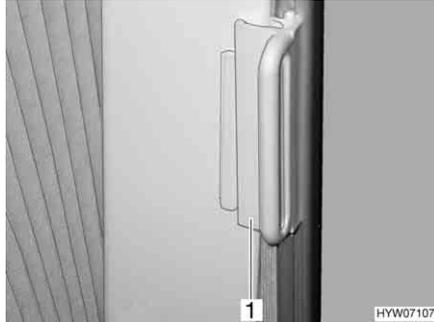

Fig. 22 Bloqueo de los estores plegables para la ventana del conductor/del acompañante
- Empujar los estores plegables para la ventana del conductor y del acompañante con el tirador (Fig. 22, 1) sobre la pieza sobrepuesta. El estor plegable queda asegurado.